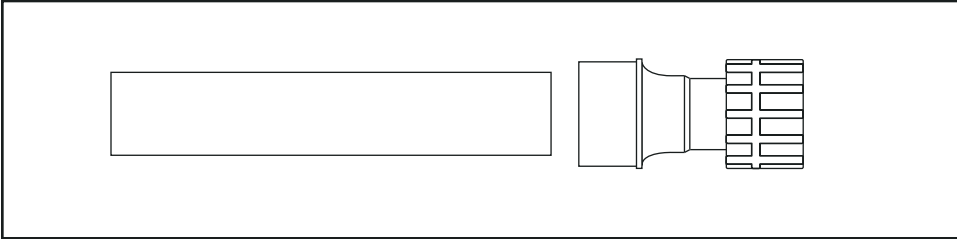

Ilustración 1: Conexión del tubo PVC al adaptador deslizante
7. Conecte el colector (E) a la línea de suministro del aspersor, usando la conexión de la unión.
8. Compruebe las conexiones del colector (F) que están unidas a cada válvula.
9. Seleccione adaptadores apropiados para el sistema de aspersores y conéctelos al extremo roscado de la válvula (G):
- El adaptador deslizante PVC de 19 mm se usa como conector hembra para el tubo PVC de 19 mm. [Vea la ilustración 1]